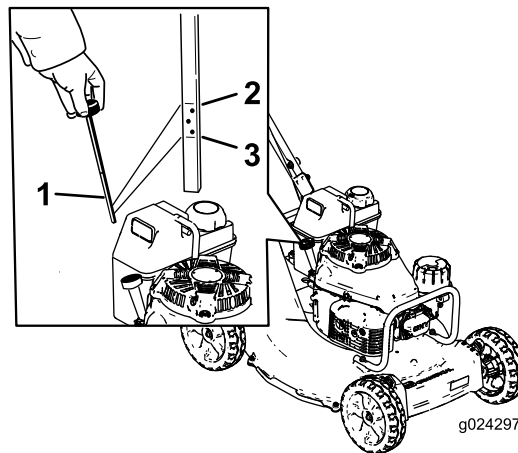

Figure 8
Avant chaque utilisation, vérifiez que le niveau d'huile se situe entre les repères maximum et minimum sur la jauge (Figure 8).
2. Nettoyez la surface autour de la jauge (Figure 8).